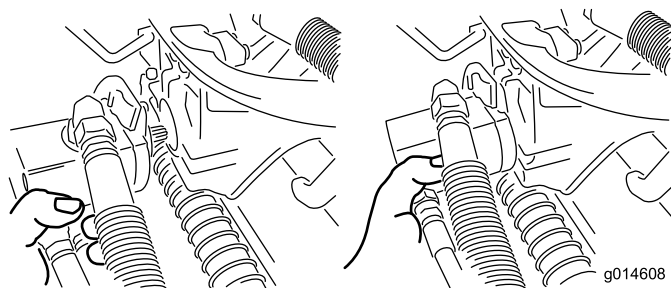

Рисунок 51
3. Переместите электродвигатель на место хранения на передней стороне рычага подвески (Рисунок 51).